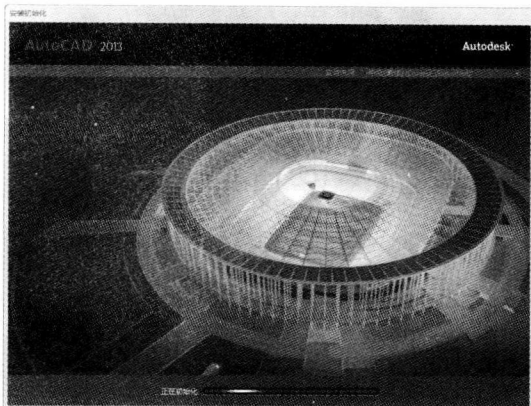

图1-1 AutoCAD 2013安装初始化界面
❶ **01** 插入AutoCAD 2013的安装光盘，运行光盘，弹出AutoCAD 2013安装初始化界面，如图1-1所示。